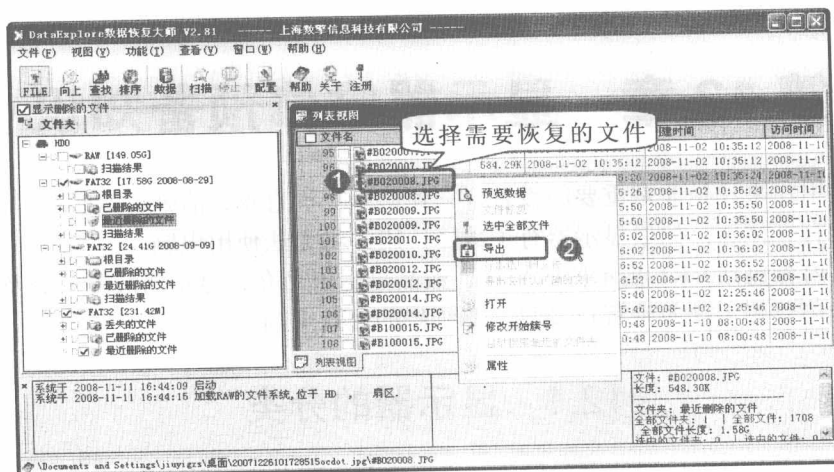

图 11-36 选择“导出”选项
步骤③ 选择需要恢复的文件，单击鼠标右键，在弹出的快捷菜单中选择“导出”选项，如图 11-36 所示。